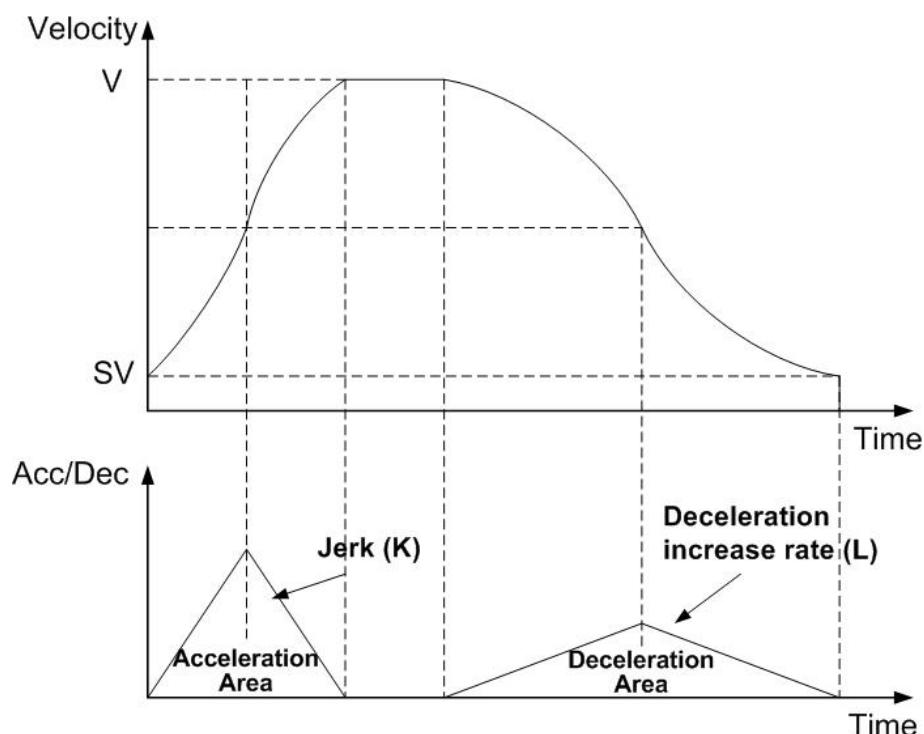

Fig.0-22 非同步 S-曲線加減速驅動
如 Fig.0-22 所示，設定加速度增加率 $Jerk(K)$ 和減速度增加率 (L) ，能建立一個非對稱 S-曲線加減速，然而為了固定脈波驅動，必需指定一個手動的減速點，從禁止自動減速以來皆須如此，而這個預防三角形速度的功能。他的驅動速度，亦需根據輸出脈波數的加減速增加率來設定。